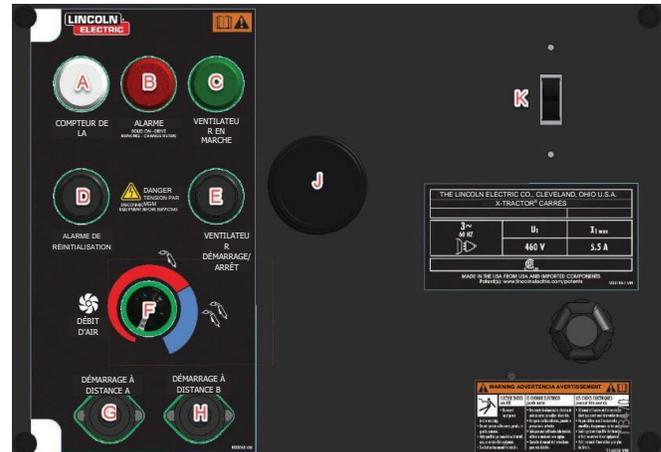

FIGURE B.1
1. Démarrez la machine en déplaçant l'interrupteur à bascule principal marche/arrêt (voir la Figure B.1, article K), situé sur le côté avant de la machine. Le voyant d'alimentation blanc s'allumera (voir la Figure B.1, article A).
2. Appuyez sur le bouton de démarrage/arrêt du ventilateur pour le démarrer (voir la Figure B.1, article E). Le voyant d'alimentation vert s'allumera (voir la Figure B.1, article C).
4. Le bouton de réinitialisation/nettoyage manuel de l'alarme (voir la Figure B.1, article D) peut effacer les défauts de l'entraînement à fréquence variable, illustré par un voyant d'alarme clignotant (voir la Figure B.1, article B). Il peut également forcer un cycle de nettoyage à démarrer en appuyant sur la touche et en la maintenant enfoncée pendant 6 secondes.
Les connexions A et B du démarrage à distance (voir les Figures B.1, articles G et H) peuvent être utilisées conjointement avec l'accessoire à capteur de démarrage/arrêt activé par le courant pour démarrer et arrêter automatiquement le ventilateur lorsque le câble de masse de la machine à souder est positionné dans la pince accessoire. L'appareil continue de fonctionner pendant 25 secondes après la fin du soudage avant de s'éteindre automatiquement.
Le nettoyage automatique du filtre n'aura pas lieu si l'alimentation est coupée à l'aide de l'interrupteur à bascule principal marche/arrêt (voir la Figure B.1, article K).
Lorsque la pression dans le filtre dépasse 1 245 Pa (5 po de colonne d'eau), et une fois le ventilateur éteint par le bouton de démarrage/arrêt du ventilateur (voir la Figure B.1, article E), un cycle de nettoyage du filtre sera lancé afin d'optimiser l'efficacité du filtre. Après 20 secondes d'arrêt du ventilateur, le filtre est nettoyé avec une série de 2 jets d'air comprimé, espacés de 20 secondes. Pour un cycle de nettoyage total d'environ 1 minute.
1. Appuyez sur le bouton de réinitialisation de l'alarme/nettoyage manuel pendant 6 secondes (voir la Figure B.1, article D) pour activer le cycle de nettoyage du filtre. Cette procédure prend environ 2 minutes, pendant lesquelles les cartouches filtrantes sont nettoyées par 2 jets d'air comprimé.